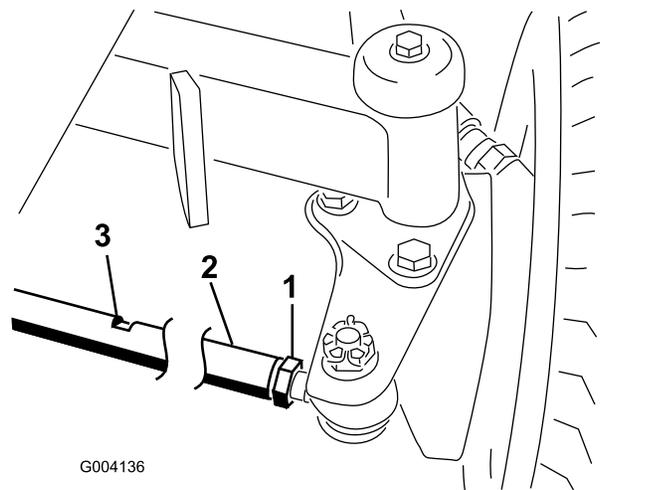

Figura 140
1. Allentate il controdado da ciascun lato del tirante (Figura 140).